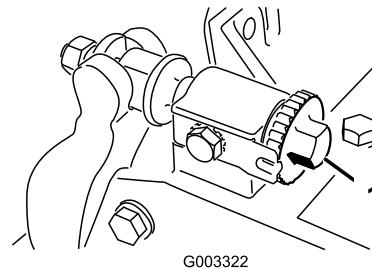
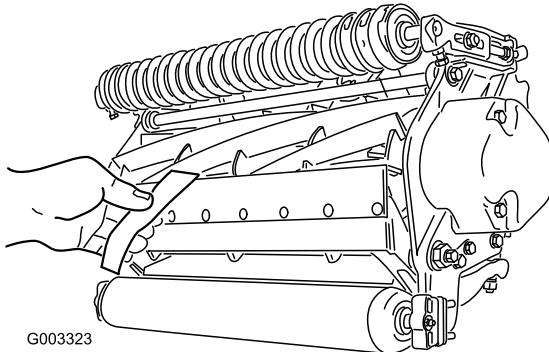

Figura 8
Figura 9
1. Posizionate la macchina su una superficie piana e uniforme. Accertatevi di eliminare il contatto del cilindro ruotando le viti di regolazione della barra di appoggio in senso antiorario (Figura 8).
Importante: Accertatevi che i dadi sull'estremità posteriore delle viti di regolazione della barra di appoggio non poggiino sul piano di lavoro (Figura 8).
3. Ad una estremità del cilindro, inserite una striscia di carta da giornale tra il cilindro e la controlama (Figura 9). Mentre ruotate leggermente in avanti il cilindro, ruotate la vite di regolazione della barra di appoggio (Figura 8) in senso orario (sullo stesso lato del cilindro, uno scatto per volta) finché la carta - inserita dalla parte anteriore, parallelamente alla controlama - non verrà leggermente compressa, se inserita dalla parte anteriore, parallelamente alla controlama. Avvertirete una leggera resistenza mentre la carta viene tirata.
5. Una volta terminata la regolazione, verificate che il cilindro comprima la carta, quando viene inserita dalla parte anteriore, e che tagli la carta, quando viene inserita ad angolo retto rispetto alla controllama (Figura 9). Deve essere possibile tagliare la carta con un contatto minimo tra la controllama e le lame del cilindro. Se risulta evidente una resistenza del cilindro/un contatto eccessivo, sarà necessario lappare o riaffilare l'apparato di taglio per ottenere il livello di affilatura necessario per un taglio di precisione (Fate riferimento al manuale Toro per l'affilatura del cilindro e delle macchine a taglio rotativo , Modulo N. 80-300PT).